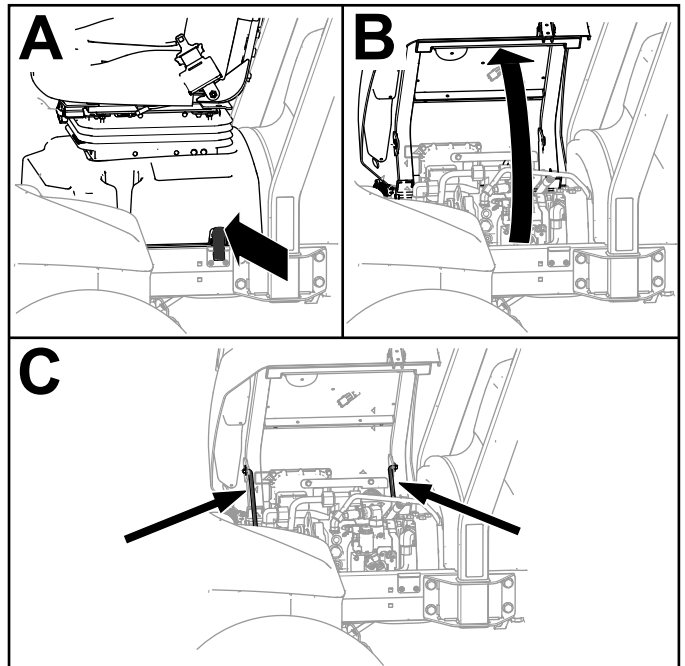

Bild 105
1. Entriegeln Sie das Sitzunterteil (A in Bild 105).
2. Klappen Sie den Sitz und das Sitzunterteil auf (B von Bild 105).
3. Stützen Sie beides mit den Stützen ab (C von Bild 105).